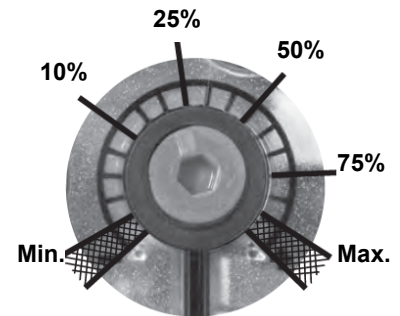

Fig. 5
3. Прикрутить VD двумя винтами М5 соответственно, макс. 5 Нм/44 in. lb, рис. 5/6.